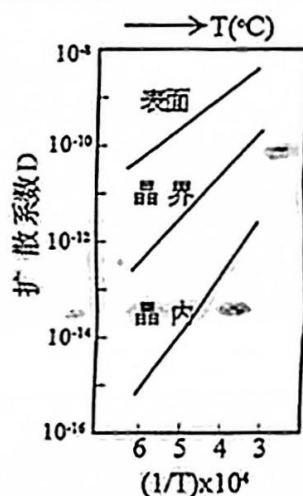

图 3
(2) 图 3 为测出的钽在不同温度及以不同方式扩散时扩散系数与温度的关系, 从该实验数据图中能得出哪些信息? 10 分